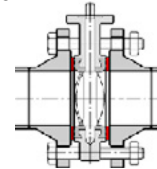

FIG 2
- Du behøver ikke ekstra pakning ved montage (se fig 2).
- You do not need extra gasket for mounting (see fig 2).